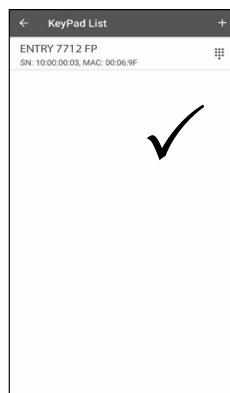

Abb. 25
⑩ Ihr ENTRY 7712 Keypad FP ist nun in der App registriert und kann eingerichtet werden (Abb. 25).